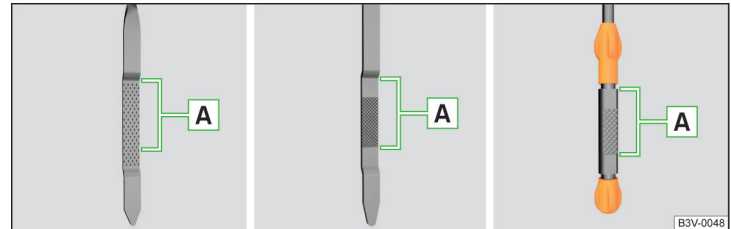

Abb. 332 Ölmesstabvarianten
Der Ölstand muss im Bereich **A** liegen » Abb. 332. Liegt der Ölstand unterhalb des Bereichs **A**, das Öl nachfüllen.
- Der Ölstand darf keinesfalls außerhalb des Bereichs **A** liegen » Abb. 332 - es besteht die Gefahr der Beschädigung des Motors sowie der Abgasanlage.